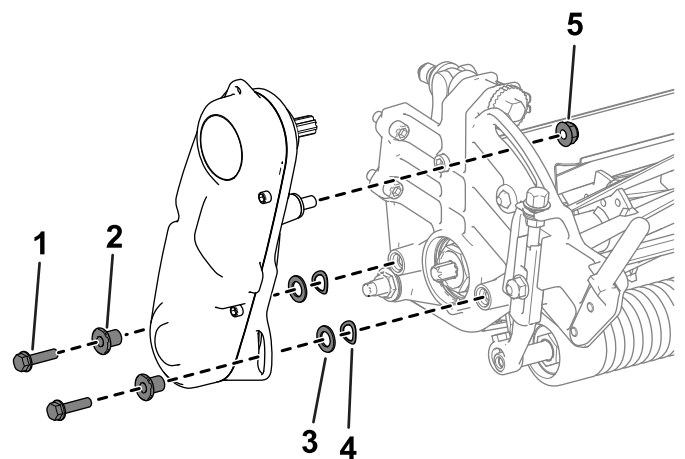

Bild 44
- Entfernen Sie die Befestigungsmittel, mit denen die Spindeltriebsbaugruppe an der Seitenplatte befestigt ist (Bild 44).
- Entfernen Sie die Spindeltriebsbaugruppe, Unterlegscheiben, Federscheiben und Distanzstücke von der Seitenplatte (**Bild 44**).